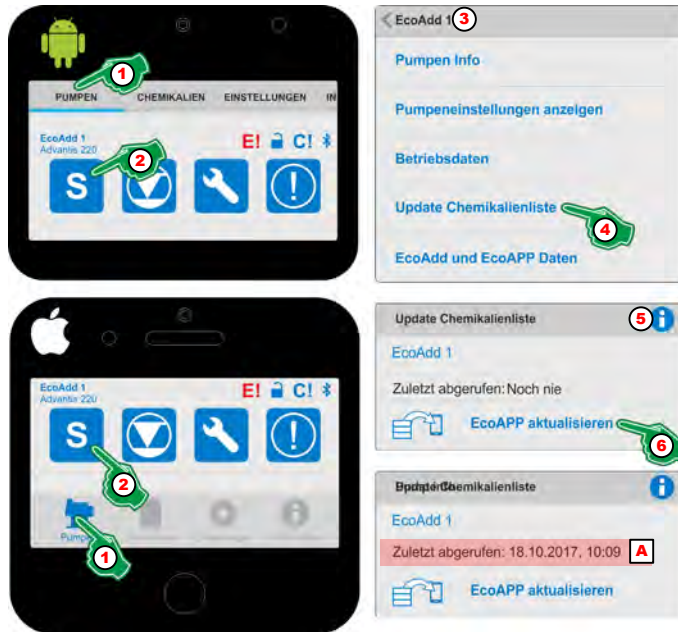

Abb. 28: Update Chemikalienliste
1. ➤ Menü [Pumpen] (Abb. 28, Pos. 1) auswählen.
2. ➤ „Dosiermodus“ Symbol (Abb. 28, Pos. 2) auswählen.
3. ➤ Zur Kontrolle, von welcher Pumpe derzeit Daten angezeigt werden auf die Kopfzeile (Abb. 28, Pos. 3) achten, in der die ausgewählte Pumpe angezeigt wird.
4. ➤ [Update Chemikalienliste] (Abb. 28, Pos. 4) auswählen.
5. ➤ Durch Auswahl des [Info] ⓘ Symbols (Abb. 28, Pos. 5) erscheint folgende Information:
6. ➤ [EcoAPP aktualisieren] (Abb. 28, Pos. 6) auswählen.
⇒ Die „EcoAPP“ ruft die Datenbank aus dem Internet ab und speichert sie. Das Datum der letzten Aktualisierung wird angezeigt (Abb. 28, Pos. A), sobald die Daten erstmalig aktualisiert wurden.